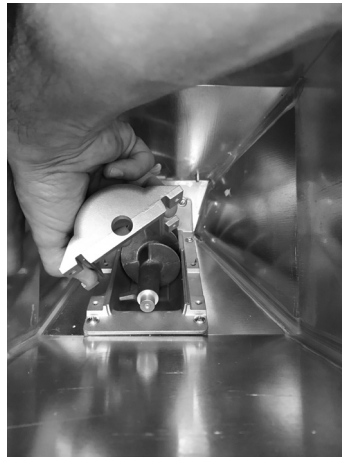

Fig. 83 - Retrait de la coque
- Retirer la coque (voir **Fig. 83**).